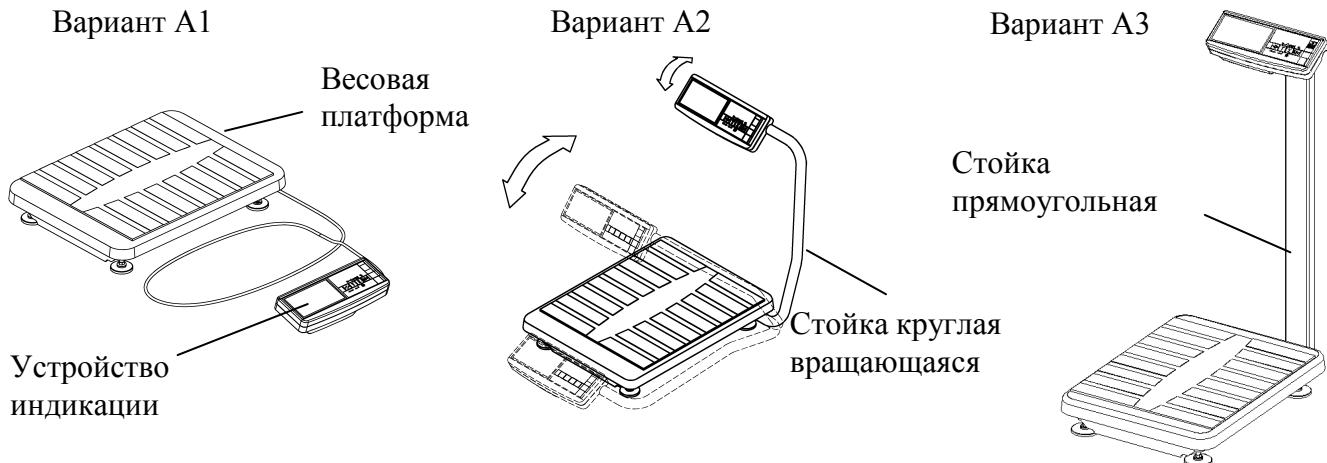
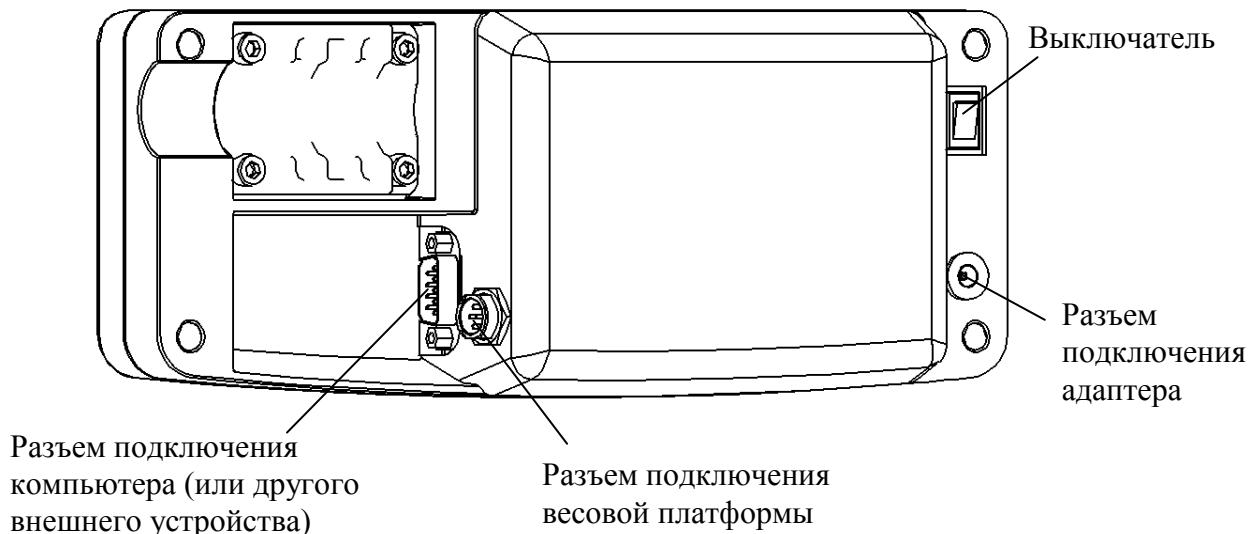

Рис. 5.1 - Внешний вид весов
Рис. 5.3 - Устройство индикации
5.1 Весы состоят из весовой платформы и устройства индикации (Рис. 5.1 ÷ Рис. 5.3). В зависимости от способа установки устройства индикации весы поставляются в следующих вариантах:
- подсоединить разъем весовой платформы к устройству индикации (Рис. 5.3);
- вращая стойку (Рис. 5.1) установить ее в удобное для работы положение и зафиксировать, плотно затянув винты в кронштейнах основания (восемь винтов). На входе в стойку оставить припуск кабеля длиной 20÷30 мм;